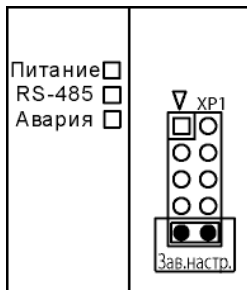

Рисунок 4.1
- установить перемычку **JP1** на соединителе **XP1** (см. рисунок 4.1) в положение **«Зав. настр.»**, при этом прибор перестроится на заводские значения сетевых параметров, но в его памяти сохраняются ранее установленные значения сетевых параметров;